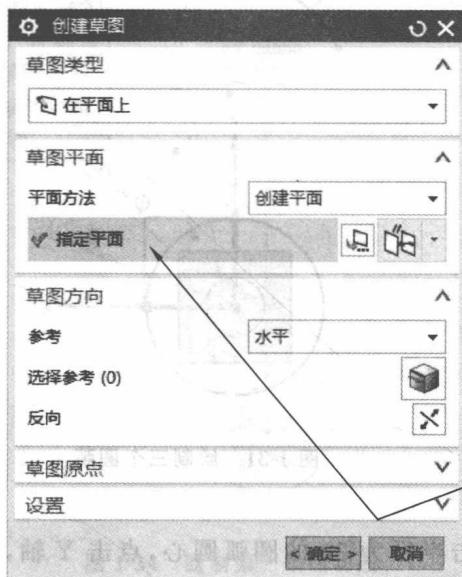
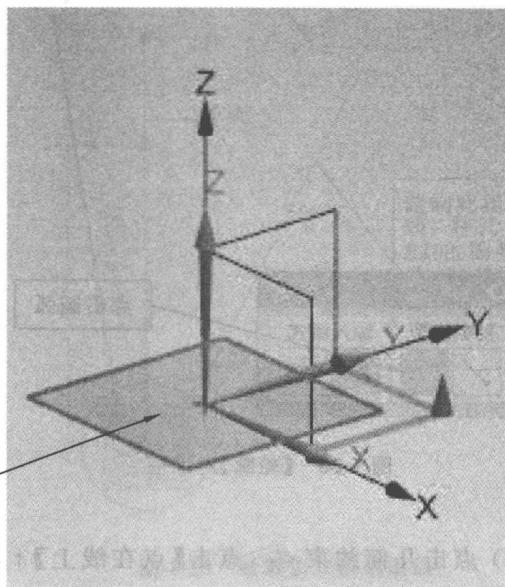

图 1-27 【创建草图】对话框
图 1-28 指定草图平面
- (1) 双击打开 UG NX 10.0 ，点击 ，名称输入【caotu3】，修改存储路径，点击【确定】按钮。
(2) 点击^{草图}，弹出图 1-27 所示的【创建草图】对话框，点击【指定平面】，指定图 1-28 所示的 X-Y 平面，点击【确定】按钮。